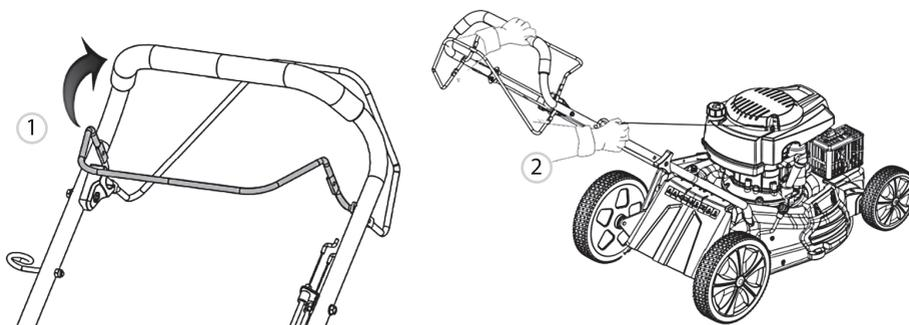
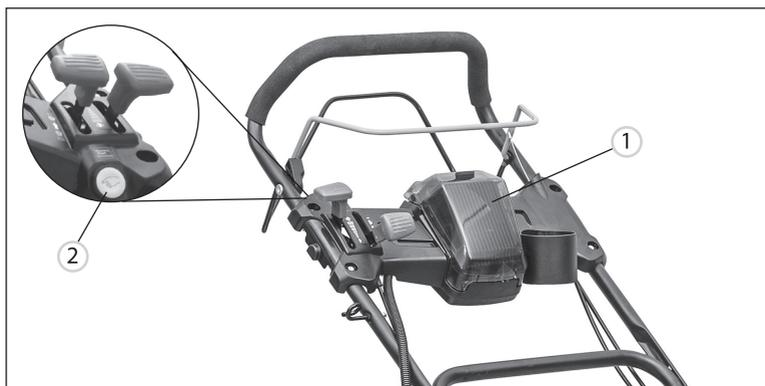

Рис. 10
Рис. 11
4. Для ручного запуска зажмите рычаг привода ножа 1 (рис. 10), медленно вытащите шнур ручного стартера, пока не почувствуете сопротивление, а затем быстро потяните его (2, рис. 10). Повторите данный процесс несколько раз до запуска двигателя.
5. Для запуска модели GLD-520SP-VE с помощью электростартера установите заряженный аккумулятор в специальное гнездо 1 (рис. 11) на панели и, зажав рычаг привода ножа 1 (рис. 10), нажмите на кнопку старта 2 (рис. 11) до запуска двигателя.